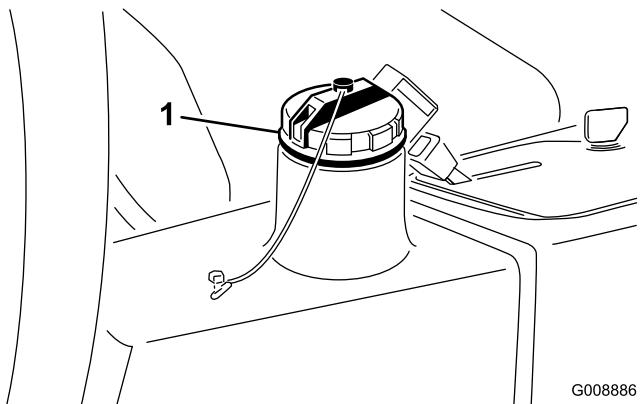

Figura 58
3. Riempite il serbatoio (Figura 58) con 22,7 litri circa di fluido idraulico; vedere Verifica dell'impianto idraulico.